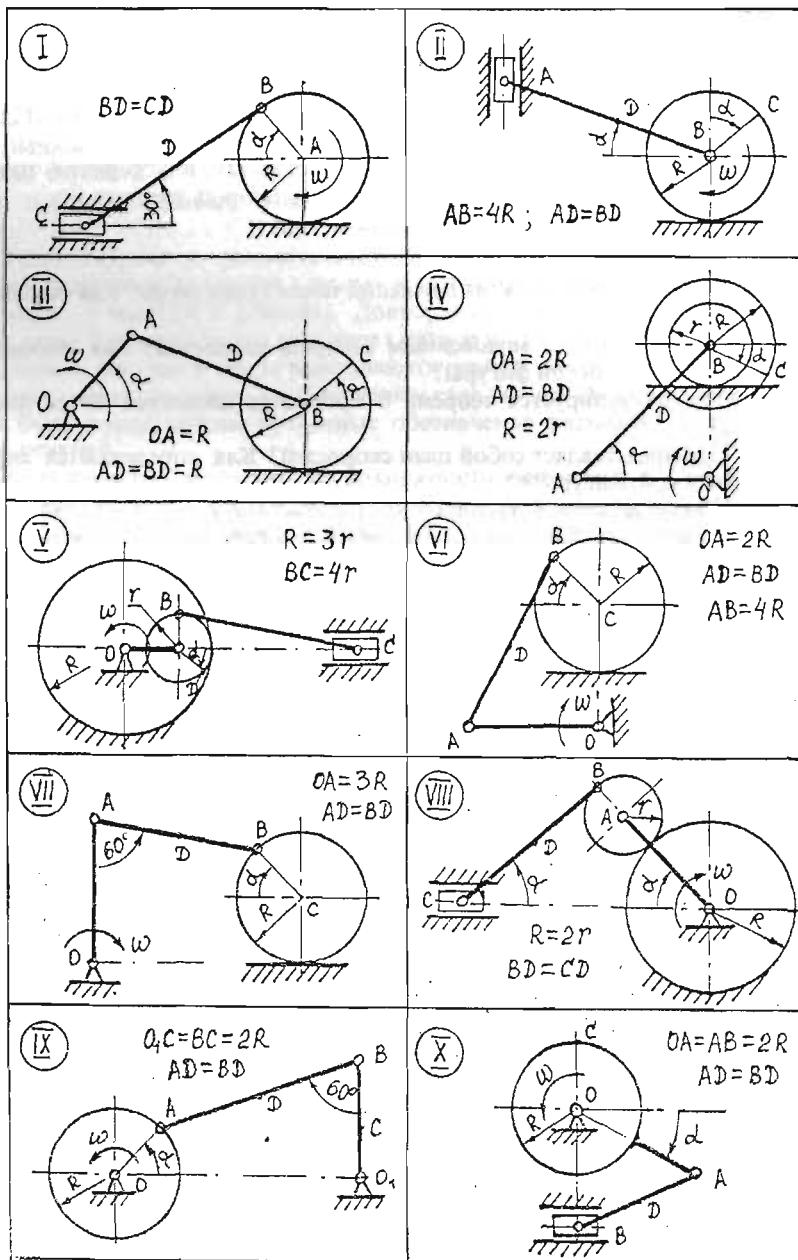

Рис. 1
Для заданного положения механизма (табл.1), изображенного на рис.1, найти угловые скорости звеньев и линейные скорости точек А, В, С, D двумя методами, используя
5. Мгновенный центр скоростей. Для решения задачи скоростей точек механизма необходимо найти его МЦС – точку  $r_k$ . Например, для звена AB (рис.1) точка  $r_k$  будет лежать на пересечении перпендикуляров к скоростям точек A и B соплнения данного звена с другими звеньями.